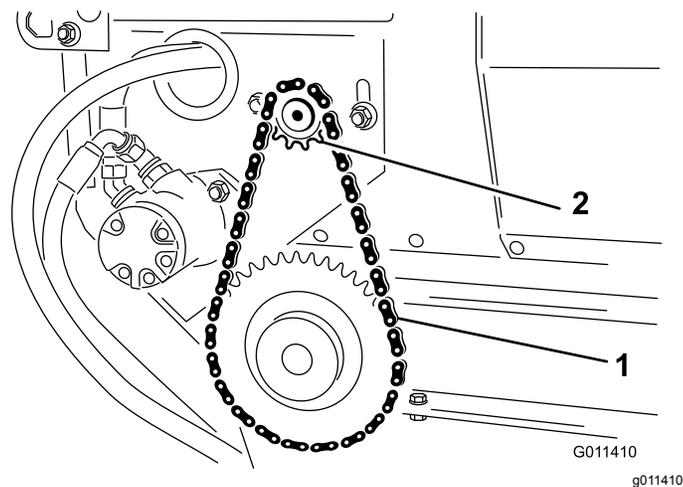

Рисунок 25
2. Снимите болты и гайки, которые крепят электродвигатель и узел звездочки к основной раме (Рисунок 25).